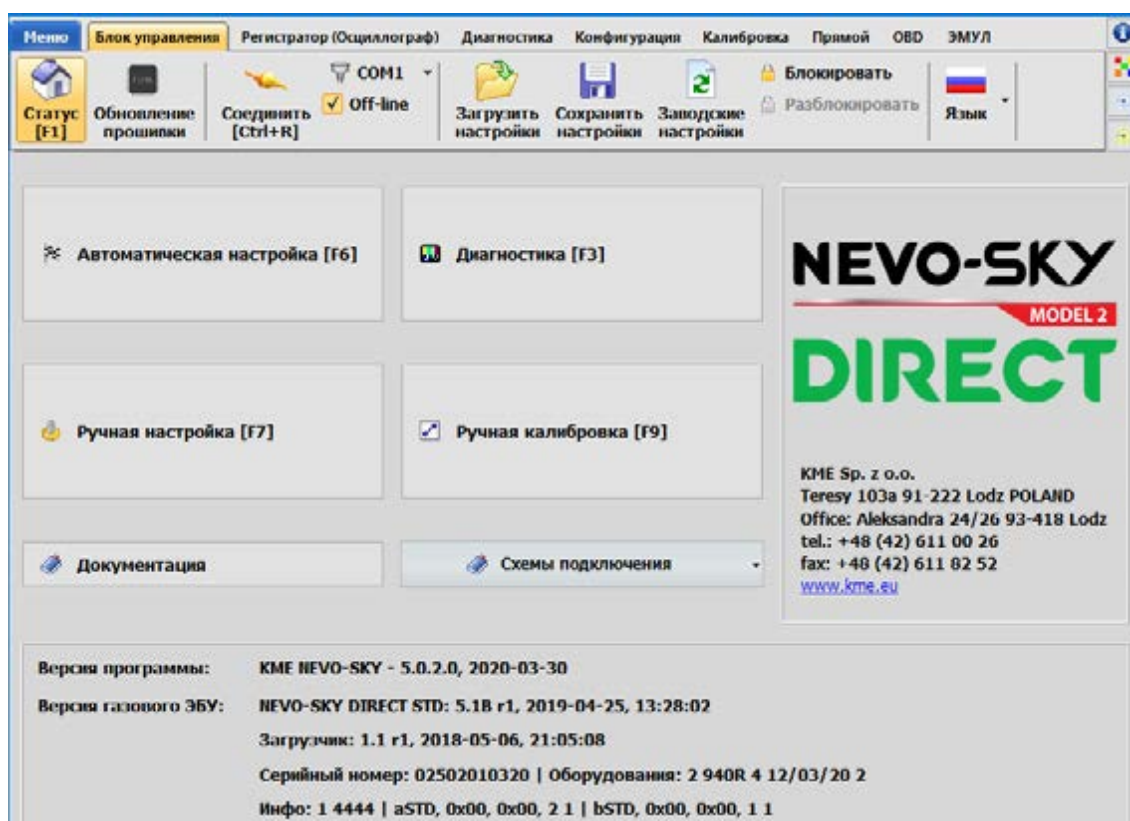

Рис. 2.23 Страница состояния
- **Состояние** [F1] – отображается после запуска программы, показывает текущее состояние контроллера и программы: версия программного обеспечения, версия аппаратного обеспечения, серийный номер и сочетания клавиш для наиболее важных функций (**Рис. 2.23**).